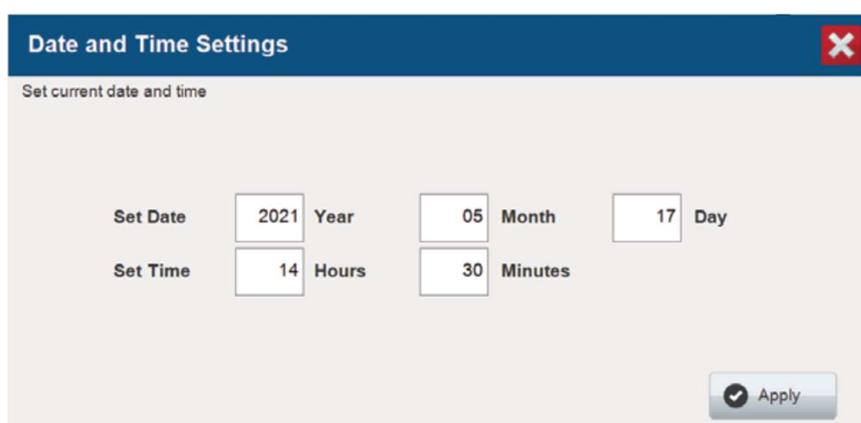

図 175 Date and Time の設定画面
2. Date and Time Settings 画面から year、month、day、hours、minutes を変更し、**Apply** を選択してください。(図 175)